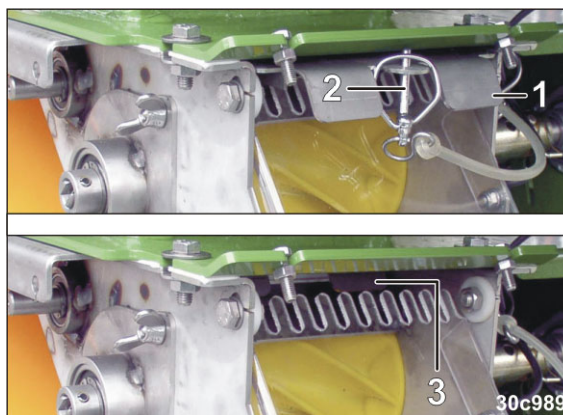

Fig. 189
Monter den samme doseringsvalse i alle maskinens doseringsenheder. Åbn alle spjæld (Fig. 189/1), og sørg for at sikre dem [ringsplitter (Fig. 189/2)].
1. Fjern ringsplitten (Fig. 189/2).
(kun nødvendigt ved fuld gødningsbeholder til lukning af beholderen med spjældet (Fig. 189/1).
2. Skub spjældet (Fig. 189/3) mod anslaget i doseringsenheden.